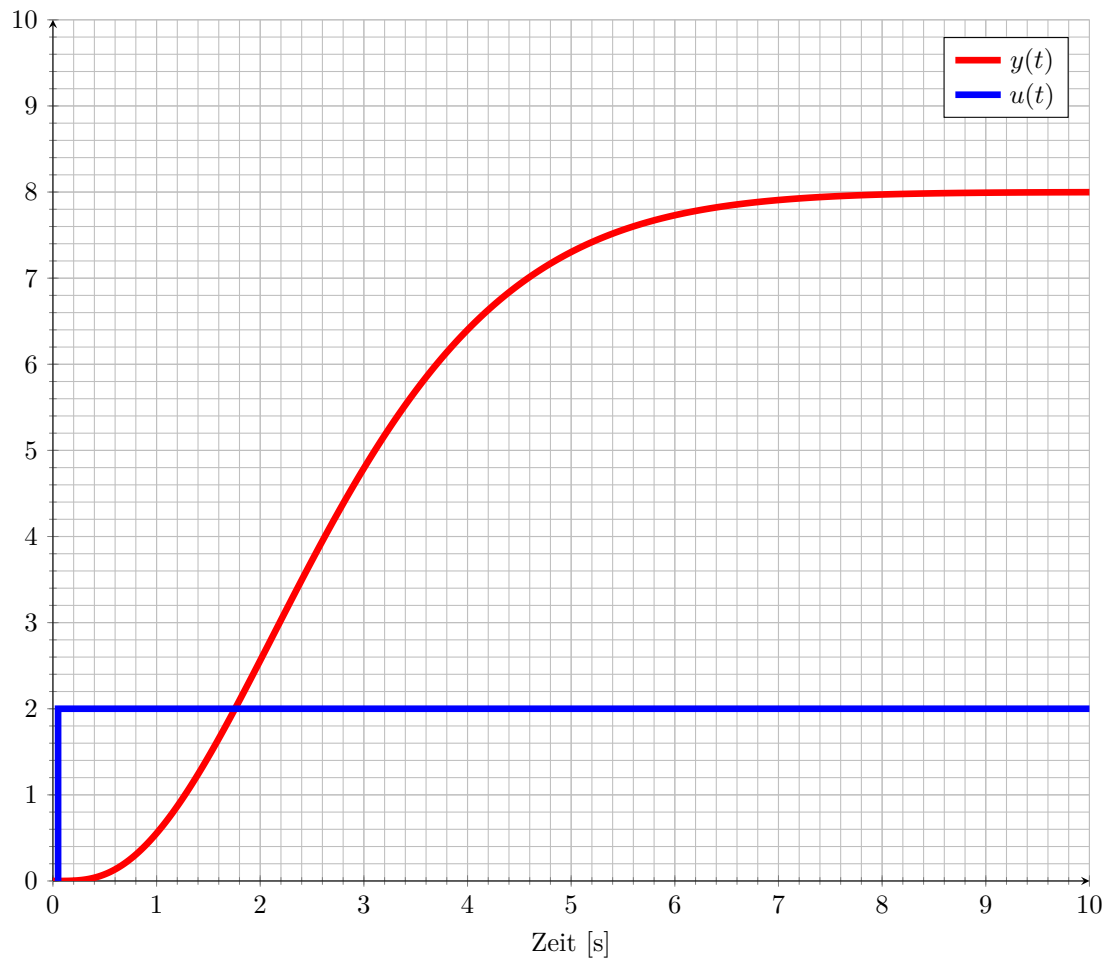

Abbildung 5: Sprungexperiment zur Streckenidentifikation.
Sie sollen einen PID-Regler mit einem Tabellenverfahren auslegen. Für die Streckenidentifikation haben Sie ein Sprungexperiment durchgeführt, dessen zeitlicher Verlauf in Abb. 5 zu sehen ist.
- a) (2.5 Punkte) Passen Sie eine Übertragungsfunktion $G_S(s)$ der Strecke mit einem beliebigen Verfahren an. Benennen Sie das Verfahren und beschreiben Sie die durchgeführten Schritte. Markieren Sie alle abgelesenen Werte deutlich in Abb. 5. Geben Sie $G_S(s)$ an.